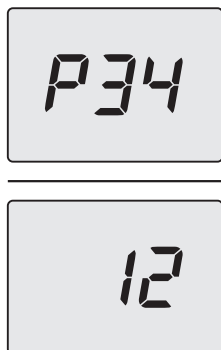

Figura 9.4
- Scorrere i vari parametri utilizzando i tasti 12 (indietro) o 14 (avanti) fino a far apparire sul display LCD le lettere **P34** che si alternano con il valore del parametro (Figura 9.4).